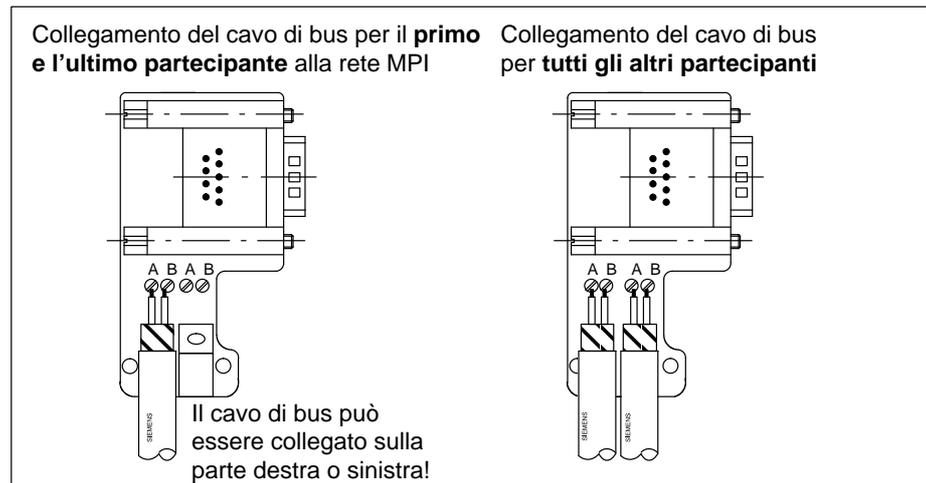

Figura 3-16 Collegamento del cavo di bus sul connettore 6ES7 972-0B.10-0XA0
5. collegare i conduttori verde e rosso sui morsetti come indicato in figura 3-16.